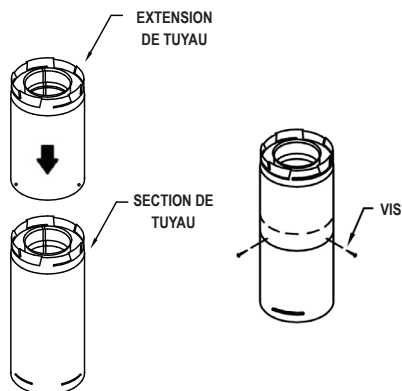

Figure 15
(1) S'il faut respecter des longueurs ou des distances exactes entre les coudes ou ailleurs, utiliser des rallonges de tuyaux pour ajuster les sections de tuyau standard. Lorsque la distance de la rallonge de tuyau est définie, fixez-la à l'aide des 3 vis autotaraudeuses fournies (Fig. 15).
(2) Si un déport est nécessaire dans le grenier pour éviter les obstacles, il est important de soutenir le conduit de ventilation afin d'éviter